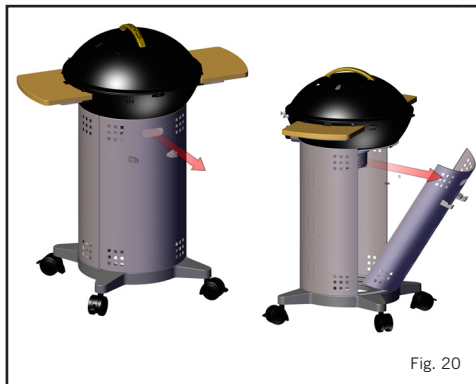
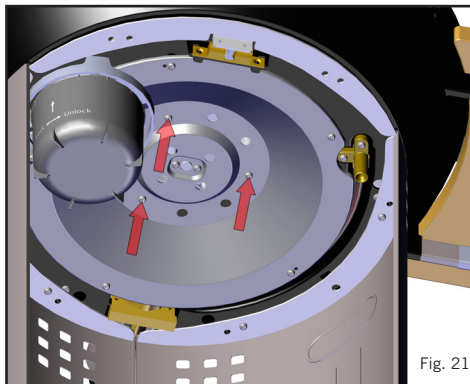
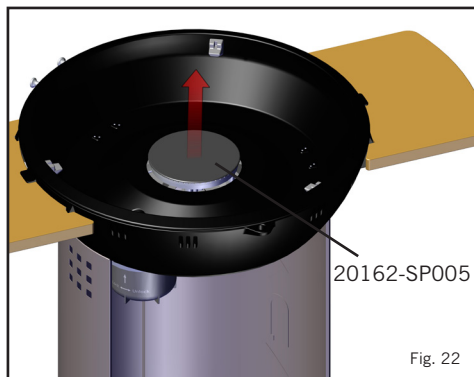
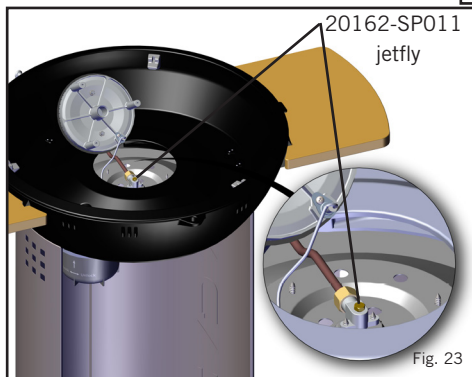

Fig. 20
Fig. 21
Fig. 22
Fig. 23
- **Skifte ut dysen:** Trekk ut bakplaten med håndtaket (fig. 20). Fjern lokket, grillristen, gryteholderen og eventuelle andre løse deler fra grillen. Skru løs de 3 skruene fra undersiden av grillen (fig. 21) slik at brenneren løsnes. Løft brenneren forsiktig ut (fig. 22). Vær oppmerksom på at brenneren er festet til ledningen til piezotennernen. IKKE rykk brenneren hardt ut, da risikerer du at ledningen til piezotennernen rives over. Legg brenneren forsiktig til side slik at dysen (fig. 23) blir tilgjengelig. Dysen kan nå fjernes med en egnet skrutrekker. Ikke bruk tang, for dette kan skade dysen slik at den blir ubrukelig eller ikke lar seg fjerne. Skru den nye dysen inn i ventilen. Ikke stram for hardt, for dette kan ødelegge dysen.